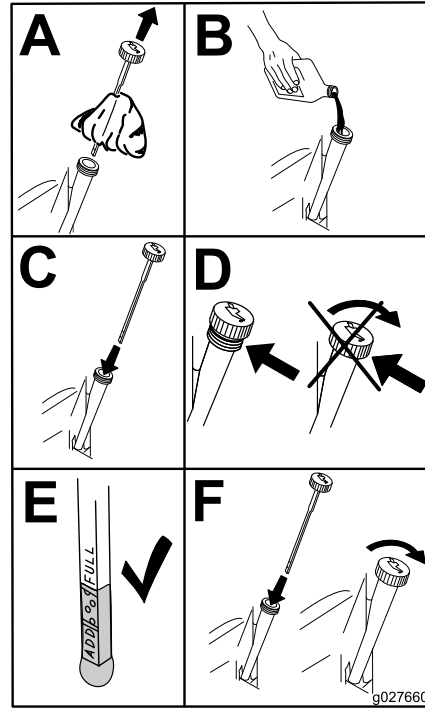

Figura 42
5. Vierta lentamente un 80% aproximadamente del aceite especificado por el tubo de llenado, luego añada lentamente el resto del aceite hasta que llegue a la marca de **Lleno** (**Figura 42**).